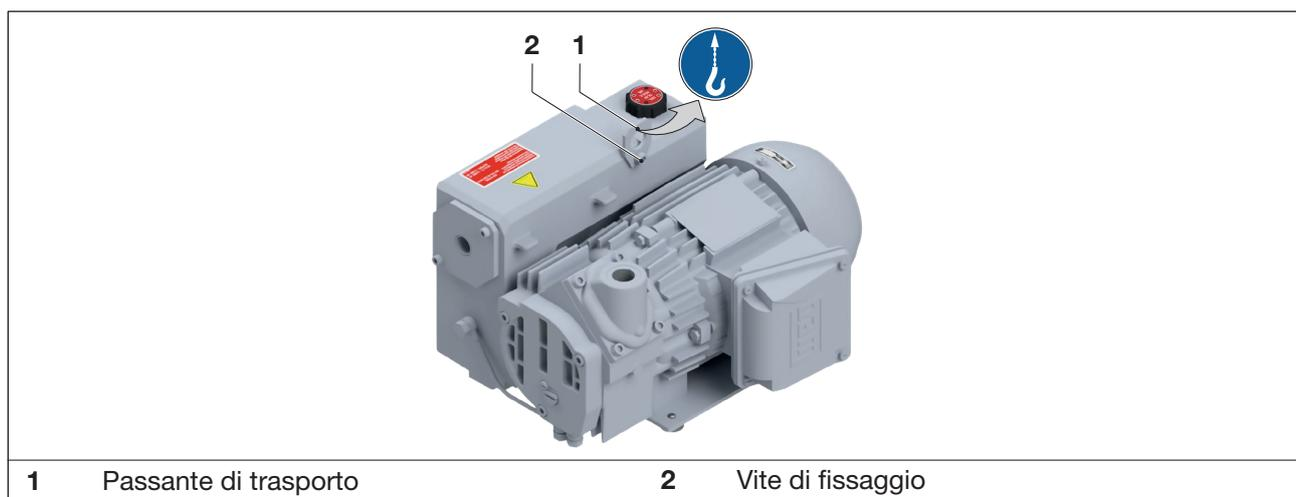

Fig. 1 Dispositivi per la presa del carico per il sollevamento e il trasporto
- b) Serrare a fondo la vite di fissaggio (Fig. 1/2) alla flangia di trasporto (Fig. 1/1).
- c) Per sollevare la pompa, agganciarla al sollevatore con l'apposita flangia di trasporto (Fig. 1/1)